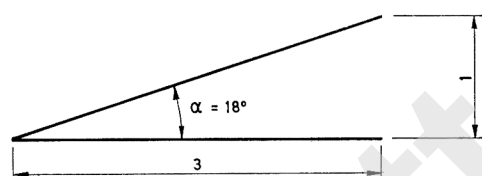

Fig. 03.1
- 1 Skifer med 110 mm dobbelt omlegg kan brukes på værharde steder for takhellinger ned til 1:3 (ca. 18°), fig. 03.1